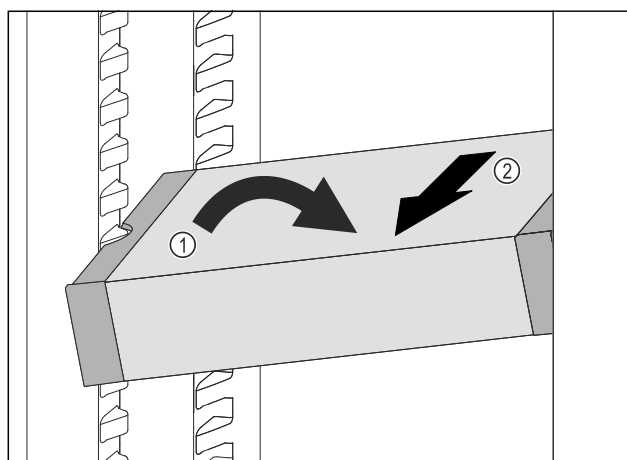

Fig. 137
- VarioSafe ustawić w chłodziarce pod skosem Fig. 137 (1)
- VarioSafe wyjąć do przodu Fig. 137 (2)